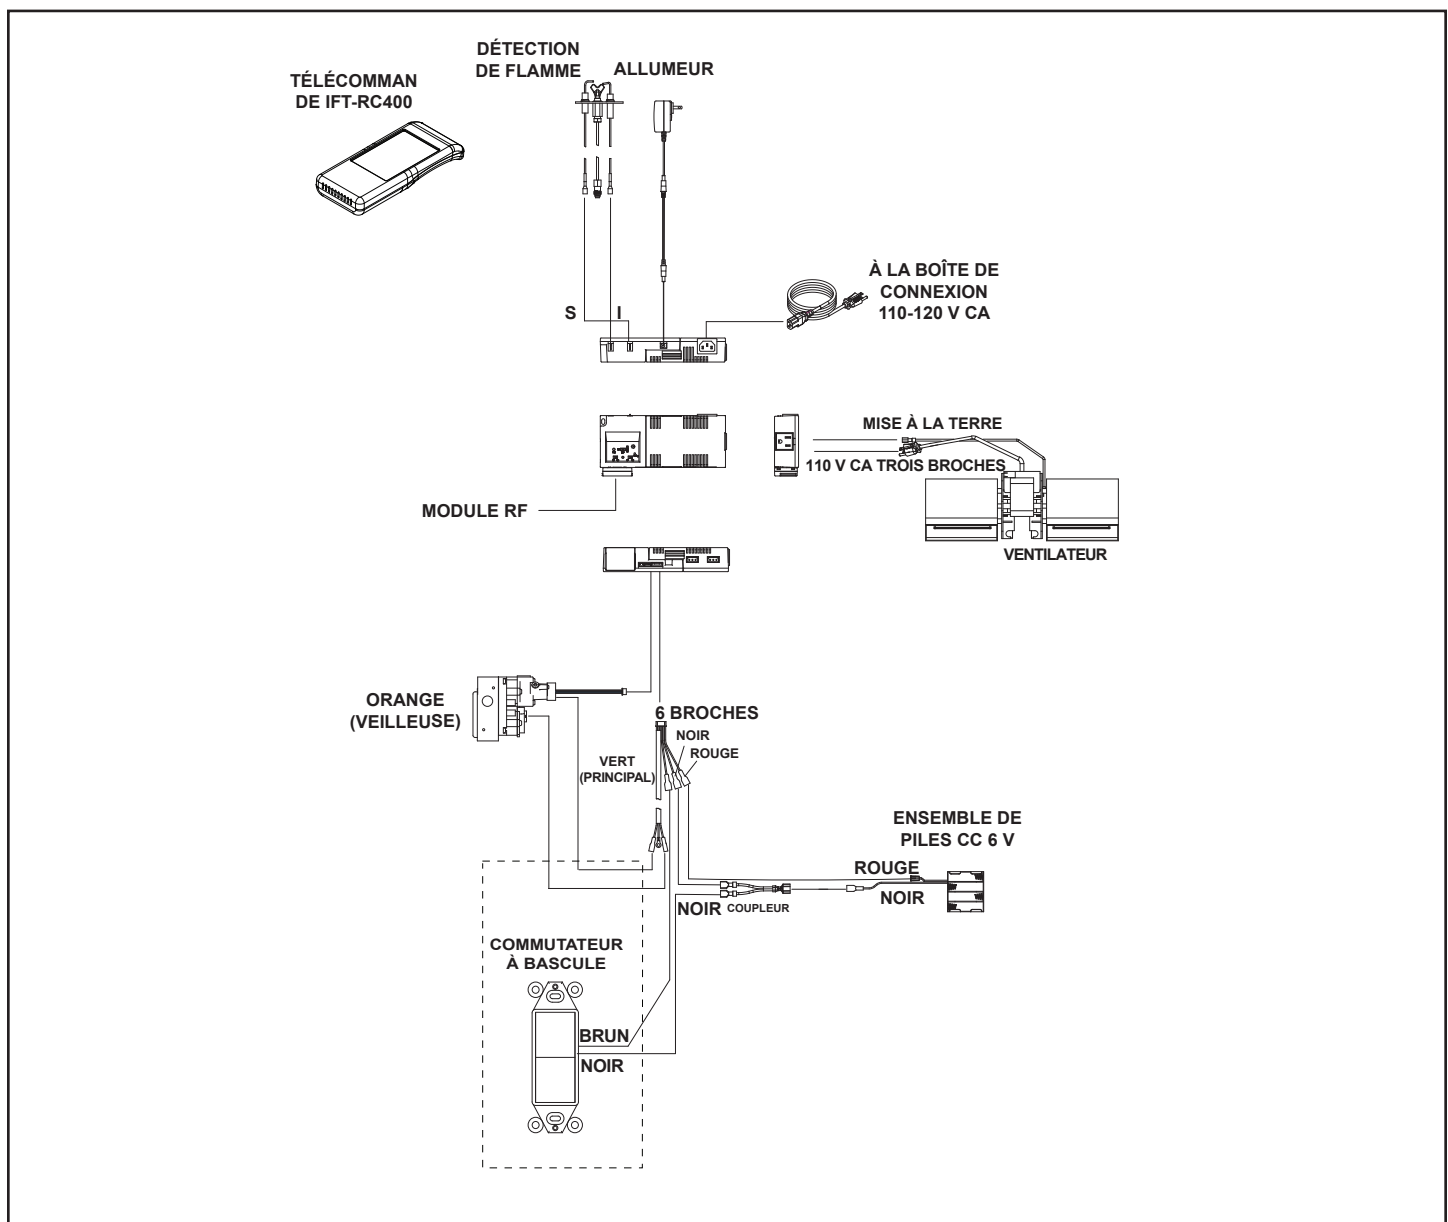

Figure 3.31 – Schéma de câblage du SDDVT-IFT
- Consultez la figure 3.31, Schéma de câblage de l'IFT.